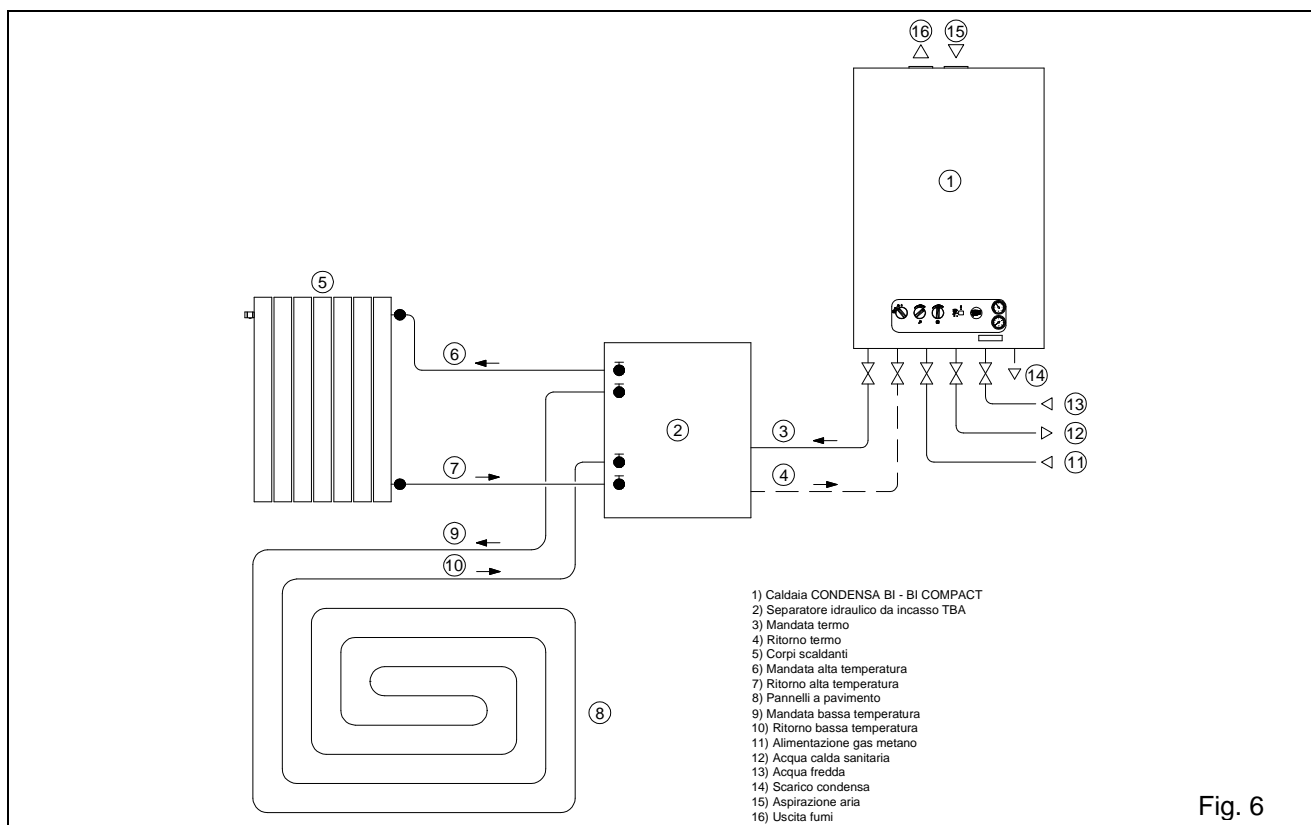

Fig. 6
- **Dip-switch:** nella scheda (vedere fig. 6) sono presenti 6 dip-switch il cui spostamento permette diverse opzioni di funzionamento che vengono sotto riportate:
Termostato Ambiente On/Off: effettuare il collegamento ai morsetti TA_A e/o TA_B della scheda (fig.6) verificando che non vi sia tensione ai capi dei fili provenienti dall'impianto (contatto pulito). Altre informazioni sul funzionamento del sistema alta/bassa temperatura sono inserite al capitolo 2.8
Sonda Esterna: è collegabile direttamente all'impianto elettrico della caldaia (morsetti fig. 6) e consente di adeguare automaticamente la temperatura massima di mandata all'impianto, al variare della temperatura esterna. Quando la si collega deve anche essere variata la posizione del Dip-Switch num. 3. Dalla posizione OFF lo si porta alla posizione ON.
La correlazione fra temperatura di mandata TM all'impianto e temperatura esterna TE è determinata dalla posizione del trimmer P7 presente in scheda (vedere fig.6) secondo le curve riportate al paragrafo 1.2. Per maggiore comodità è possibile anche agire sul potenziometro del riscaldamento, in questo modo si ha la possibilità di regolare $\pm 4^{\circ}\text{C}$ (vedere par. 1.2 per dettaglio funzione boost $+25^{\circ}\text{C}$) la temperatura di mandata mantenendo la pendenza della curva regolata sul trimmer P7.
Il comando remoto con impianti misti come sopra descritto deve essere opportunamente configurato in scheda elettronica. Ciò si attua impostando il “dip-switch num. 4” su ON (ved. Fig. 6), consentendo il controllo della temperatura del sanitario e lo sblocco di caldaia (non più di cinque tentativi, dopo sarà necessario lo sblocco da caldaia) ma perdendo la funzione di cronotermistato che sarà attuata dai termostati di zona. La temperatura di mandata della caldaia nella funzione di riscaldamento è comunque demandata al quadro di caldaia.